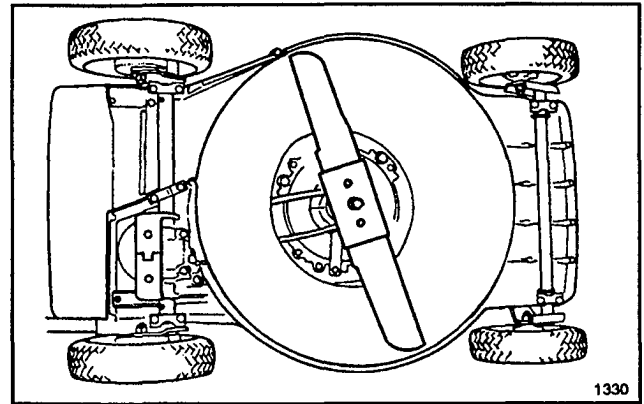

Abbildung 20
3. Den Mäher auf die linke Seite kippen (Abb. 20). Das Messer nicht drehen, da es sonst Startprobleme geben könnte.